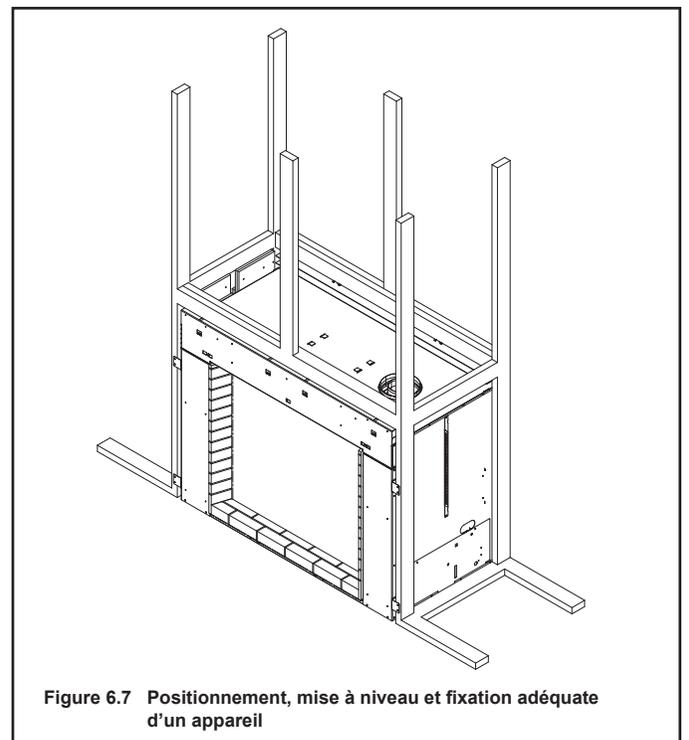

Figure 6.7 Positionnement, mise à niveau et fixation adéquate d'un appareil
4. Six bandes de finition en tôle sont fournies avec l'appareil. L'emplacement d'expédition des bandes de finition est illustré à la figure 6.3. Retirez les vis de 6,35 mm (1/4 po) qui fixent les bandes à l'appareil. Des bandes peuvent être utilisées pendant les étapes finales de finition de l'installation de l'appareil. Voir la figure 6.7. Les bandes doivent être retirées lorsque la finition est terminée.
Le schéma illustre comment positionner et fixer solidement l'appareil. Voir la figure 6.7. Les languettes à clouer permettent de fixer l'appareil aux éléments de la charpente.